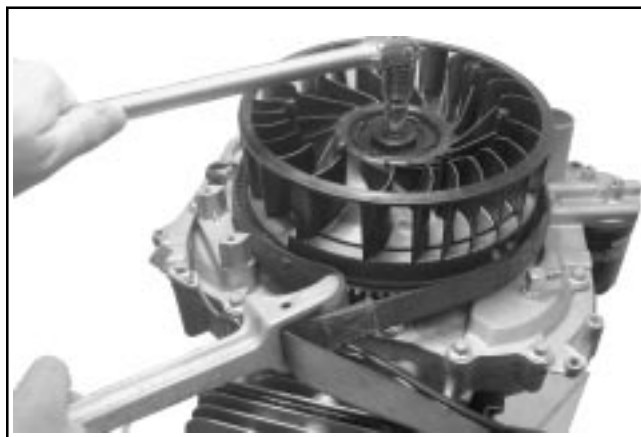

Figure 8-23. Dépose du ventilateur et des éléments de montage du volant.
2. Retirer la vis de fixation, la rondelle et la plaque de montage du ventilateur qui attachent le ventilateur et le volant au vilebrequin. Voir la Figure 8-23.